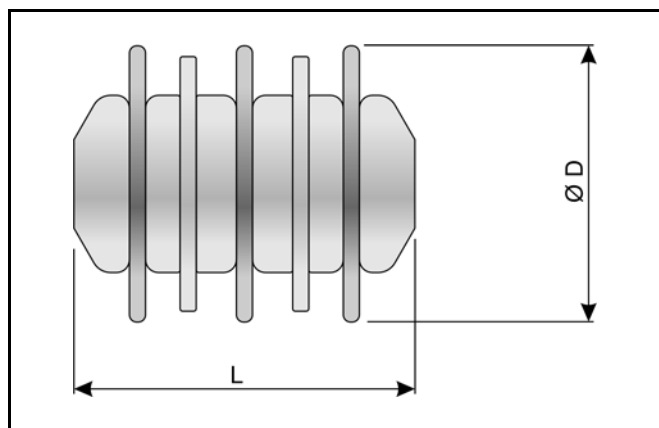

Bild 9 - Maßzeichnung des Molches TWIN 5
- Alle Schrauben (6) mit 15 Nm anziehen, Drehmomentschlüssel verwenden !
- Maße nach Bild 9 und Tabelle 5 prüfen.